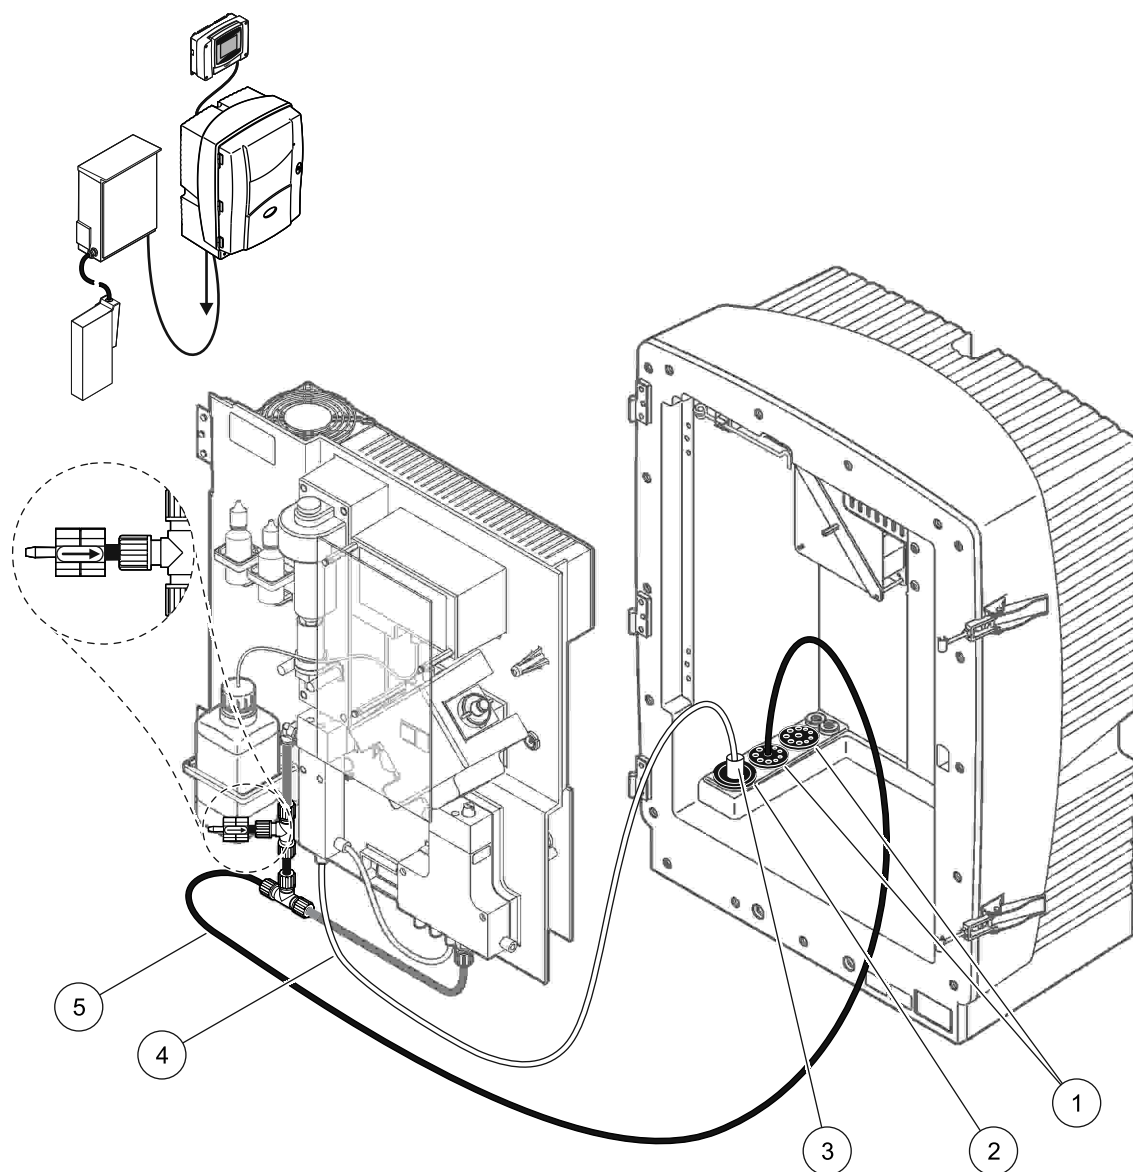

Figure 36 Configuration d'option 8a
Voir Figure 36 à la page 99 et les instructions ci-dessous pour l'option 6:
2. Faites passer le tuyau chauffé du FILTRAX par l'ouverture de l'analyseur (Figure 36 à la page 99, élément 3). Utilisez le bouchon d'obturation No. 1 pour fixer le tout.